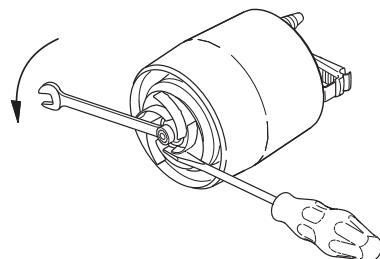

Fig. 13 Demontering av pumphjul
6. Skruva loss mutter (13 mm) från motoraxeln. Håll fast pumphjulet med en skravmejsel. Se fig. 13.